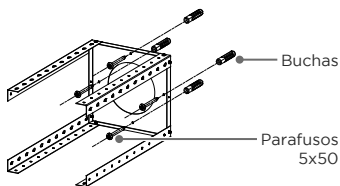

Fig. 14
2. Introduza as buchas fornecidas nos orifícios e prenda o suporte de fixação da coifa no teto utilizando 4 parafusos 5x50 (Fig. 14 e 15).